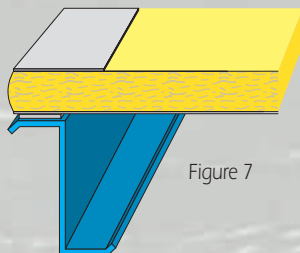

Figure 7
- replier le pare-vapeur sur l'isolant (fig. 7) et procéder à la fixation de la couverture (fig. 8).